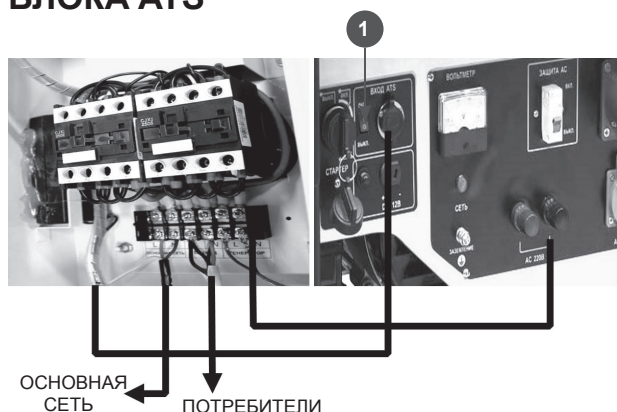

Рис.10
После подключения блока ATS для установки/перевода генератора в автоматический режим работы установите выключатель (1) Рис.10 в положение «Выкл».